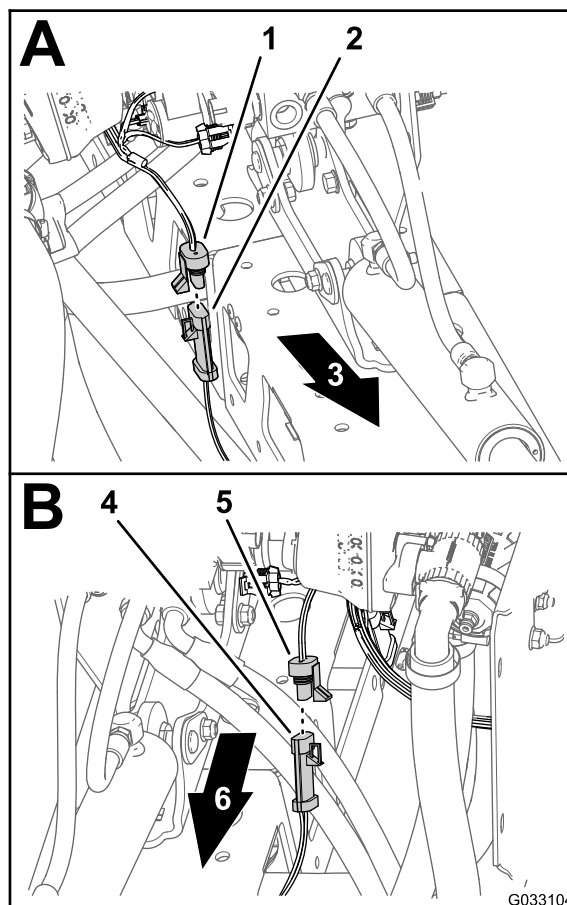

Figura 18
1. Desligue o conector de 3 tomadas da cablagem do Sonic Boom do conector de três pinos do cabo para o sensor Ultra Sonic direito (**Figura 18**).
2. Desligue o conector de 3 tomadas da cablagem do Sonic Boom do conector de três pinos do cabo para o sensor Ultra Sonic esquerdo (**Figura 18**).